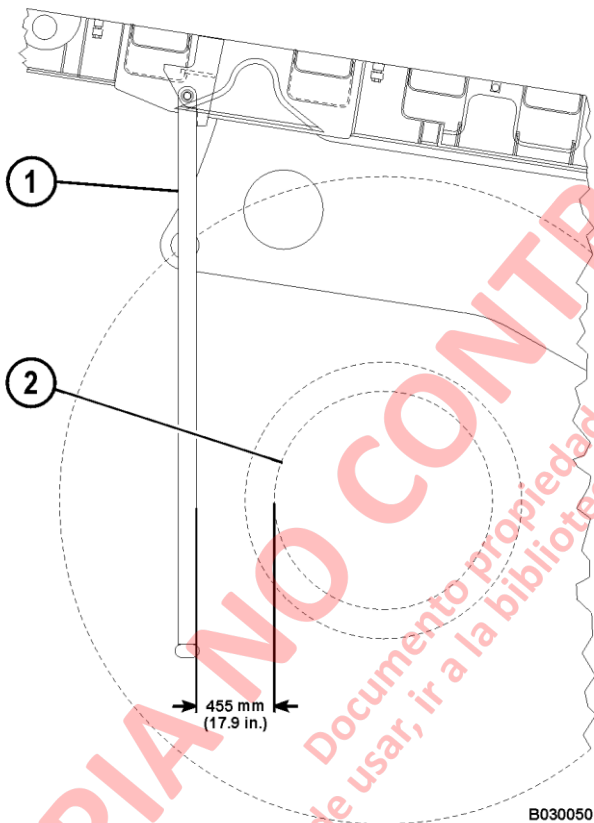
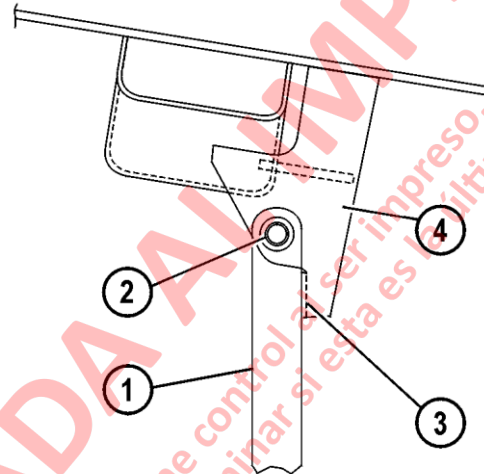

FIGURA 3-7. INSTALACIÓN DE EYECTOR DE ROCAS
FIGURA 3-8. SOPORTE DE MONTAJE DE EYECTOR DE ROCAS
2. Con el camión estacionado en una superficie nivelada, la estructura del brazo debe ser de aproximadamente 454.5 mm (17.9 in.) de la caja de la rueda (2). Consulte la Figura 3-7.
NOTA: Con el brazo del eyector de roca colgando en forma vertical como se muestra en la Figura 3-7, no debe haber espacio en el bloque de detención (3, Figura 3-8).
4. Inspeccione los soportes de montaje (Figura 3-8), los pasadores (2) y los topes (3) en cada cambio de turno por si hay desgaste y/o daños. Retorquee si fuese necesario.